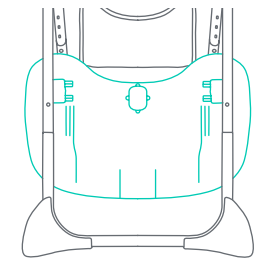

Fig. 11b
• La bandeja podrá guardarse en las piernas traseras de la sillita alta. Alinee los orificios en la parte trasera de la bandeja con los ganchitos de las piernas de atrás (Fig. 11b).